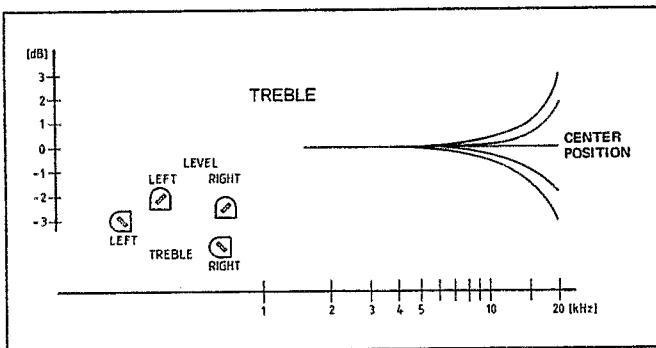

Fig. 5.3
- bei Pegelson (250 nWb/m) mit Trimpotentiometer R36 bzw. R81 (Level) auf INPUT/OUTPUT auf eine Ausgangsspannung von +2 dBu (0,97 V) einstellen (Fig. 5.3)
- mit Trimpotentiometer R39 bzw. R82 (Treble) bei 16 kHz auf geraden Wiedergabe-Frequenzgang einstellen (Fig. 5.3)